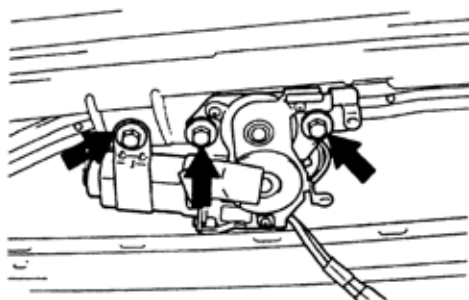
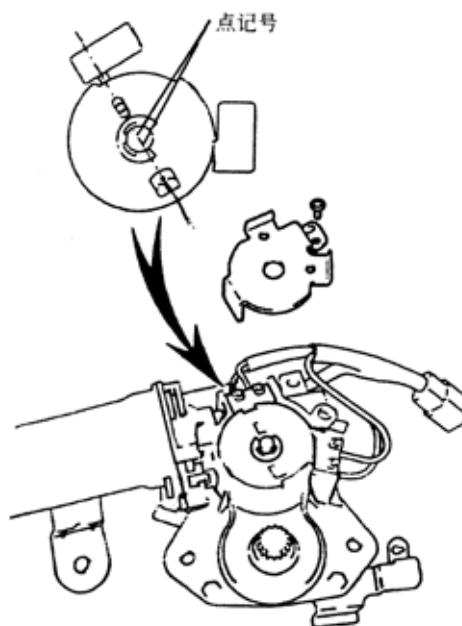

图 9-210
图 9-211
(1) 断开连接器。
(2) 拆下 3 个螺栓和驱动齿轮，如图 9-210 所示。
(3) 拆下螺钉和凸轮盘盖。
(4) 如图 9-211 所示，转动驱动齿轮对齐点记号。